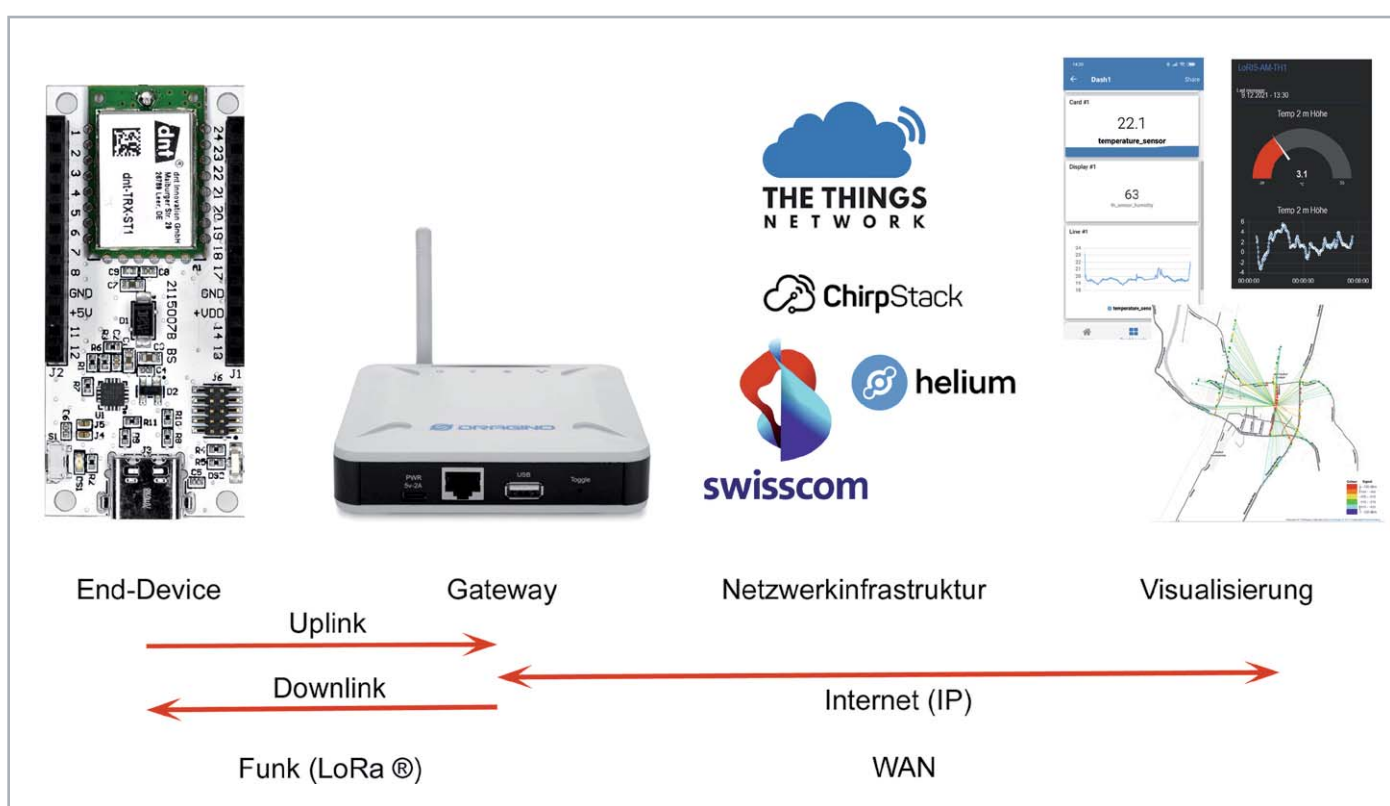

Bild 2: Aufbau der Infrastruktur im LoRaWAN
- Strom: AC/DC bis 600 mA (austauschbare Sicherung, s. Bild 2)
Bild 2: Die Sicherung (rechts unten, 600mA, 600 V) ist nach Aufschrauben des Gehäuses austauschbar. Oben sind auch die LED und darüber die NCV-Fläche zu sehen. Der Controller sitzt links oben, während der Treiber für das LCD-Display rechts daneben verbaut ist. In der Mitte sind die Knopfzellen platziert, darunter das Relais für die Messbereichsumschaltung.
Wie bei allen Bausätzen aus dem Bereich LoRaWAN ist das Vorhandensein eines Gateways in Reichweite erforderlich (einige Hundert Meter bis einige Kilometer, je nach örtlichen Gegebenheiten), um in diesem Fall die Daten des ELV-LW-ESI an ein LoRaWAN-Netzwerk zu senden. Bild 2 zeigt die Infrastruktur im LoRaWAN – auf der linken Seite steht das LoRaWAN-Funkmodul stellvertretend für Endknoten wie das ELV-LW-ESI.